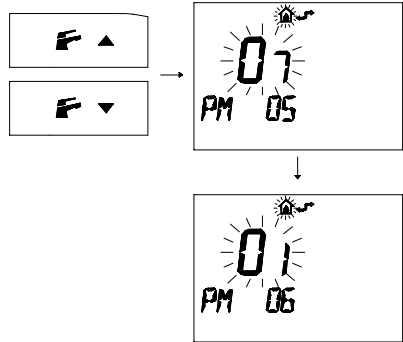

fig. 8.8
- 7 Premere i pulsanti  o  per visualizzare la programmazione "PM 06" settaggio gas fase 2 (fig. 8.8)
- 8 Il SET programmato che lampeggia **01** indica che la caldaia è predisposta per funzionare con gas **Metano (G20)** (fig. 8.8)